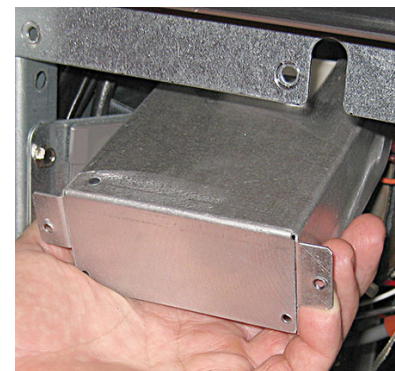

図15
19. 押し戻してから下げて、モジュールを取り外します(図15を参照)。